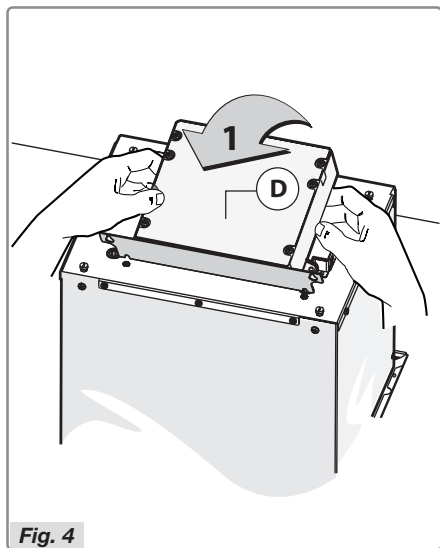

Fig. 4
- Per installare la cappa montare l'unità elettrica verticalmente (Fig. 4).